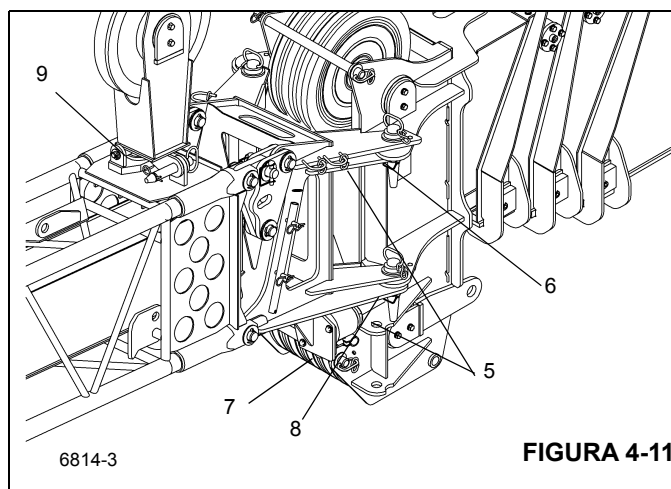

FIGURA 4-11
8. Levante e/ou abaixe ligeiramente a lança para ajudar a controlar sua extensão. Usando o cabo preso na ponta da extensão da lança, gire manualmente a extensão no lugar à frente da extremidade da lança, engatando as conexões de fixação (5) nas conexões de fixação no lado esquerdo da extremidade da lança. (Figura 4-11)
9. Instale o pino de fixação do lado esquerdo superior (6) e o grampo de retenção nas conexões de fixação e ancoragem superiores da extremidade da lança. (Figura 4-11)
10. Estenda o macaco de alinhamento da extensão da lança (7) até que a extremidade esquerda inferior da lança e os olhais do adaptador da extensão da lança fiquem alinhados.
11. Instale o pino de fixação do lado esquerdo inferior (8) e o grampo de retenção nas conexões de ancoragem e fixação inferiores da extremidade da lança.
13. Libere a pressão do macaco de alinhamento da extensão da lança (7). (Figura 4-11)
14. Instale o conjunto do mastro (9) na posição vertical usando o contrapino.
4. Remova o pino de retenção do conjunto do mastro e o pino que fixa o conjunto do mastro na posição vertical (9). (Figura 4-11) Coloque o conjunto do mastro na posição retraída. Insira os pinos que fixam o mastro na seção da base.
10. Estenda o macaco de alinhamento da extensão da lança (7) (Figura 4-11) até que o pino de fixação do lado esquerdo inferior (8) se solte. Remova o pino do grampo e o pino de fixação da extensão da lança lateral esquerda inferior.
12. Remova o pino de fixação do lado esquerdo superior (6) e o pino com grampo das conexões de fixação e ancoragem superiores da extremidade da lança.